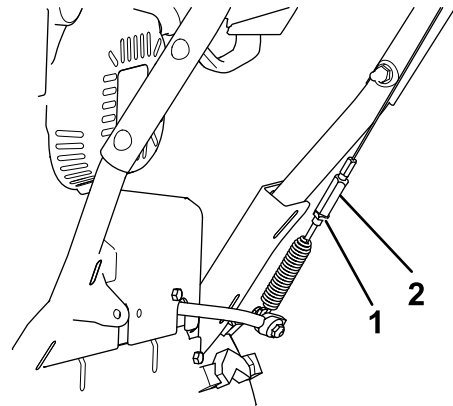

Figura 36
5. Allentate il controdamo (**Figura 36**).
6. Allentate o serrate il tornichetto che regola la tensione del cavo (**Figura 36**).